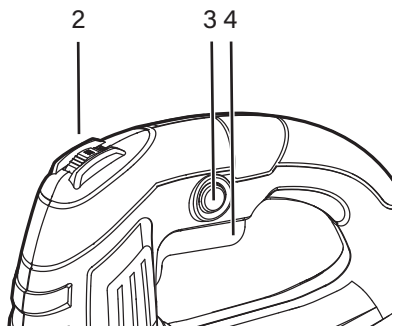

FIG. 3
**Encendido / apagado (véase la Fig. 3)**
1. Apriete el gatillo interruptor de encendido / apagado (3) y arranque la herramienta.
3. Si desea que la herramienta funcione de forma continua, oprima el botón de bloqueo (4).
**Velocidad variable (véase la Fig. 3)**
1. Al girar el dial de ajuste de velocidad (2) hacia adelante o hacia atrás, puede ajustar la velocidad variable.
3. La posición "1" indica la velocidad más baja. La posición "6" indica la velocidad más alta. (Véase la Fig. 3).